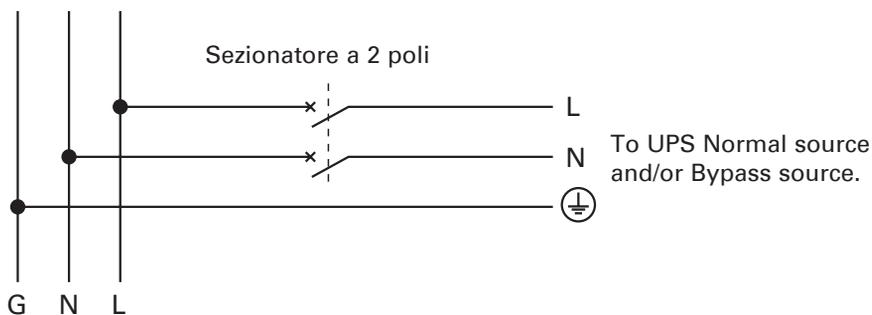

Figura 8. Protezione a monte.
1. Protezione a monte raccomandata (vedere *Figura 8*)